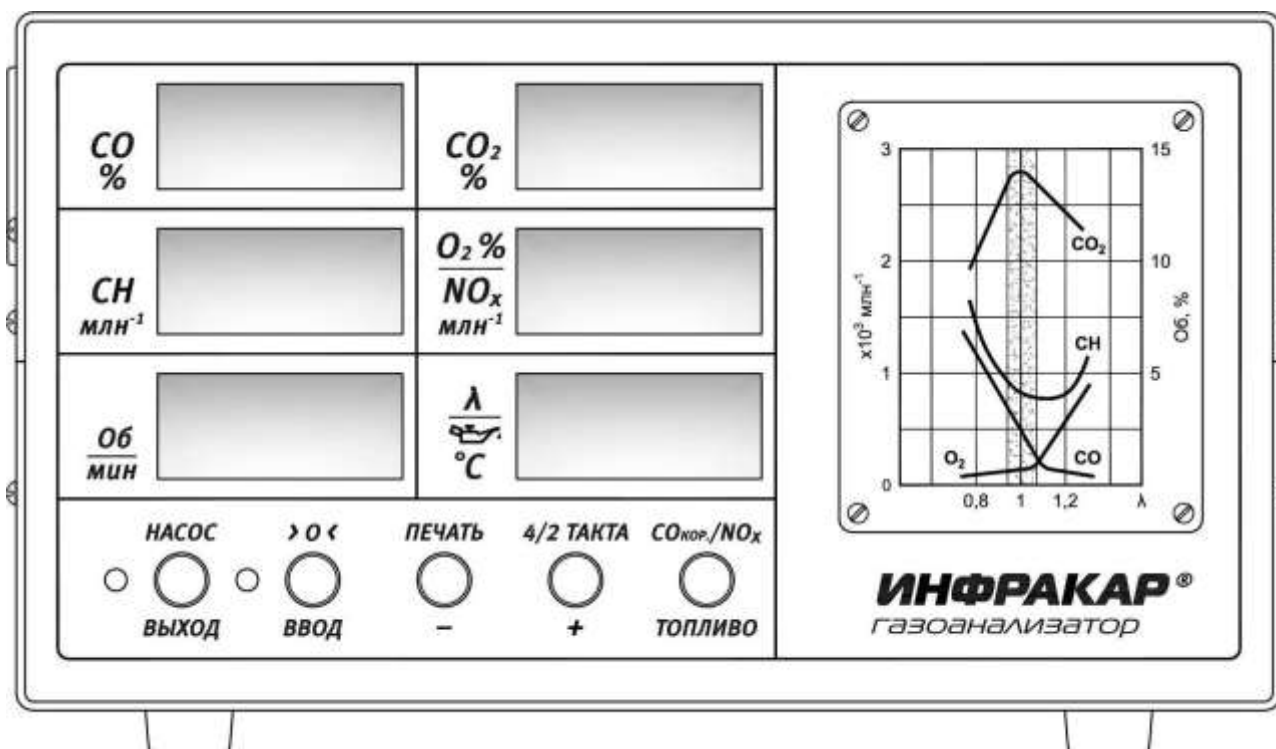

Рис.3.1 Вид спереди (модификации без принтера)
1.4.6. На лицевой панели прибора размещены (рис. 3.1 – 3.2):